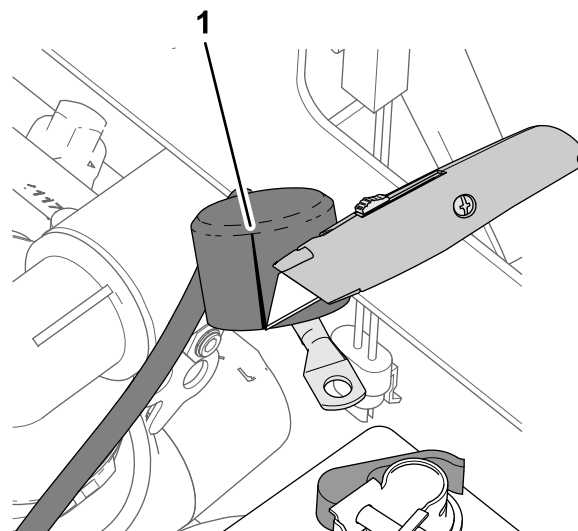

Figura 209
1. Tagliate la copertura isolante del cavo positivo della batteria fino allo starter, come illustrato nella Figura 209.